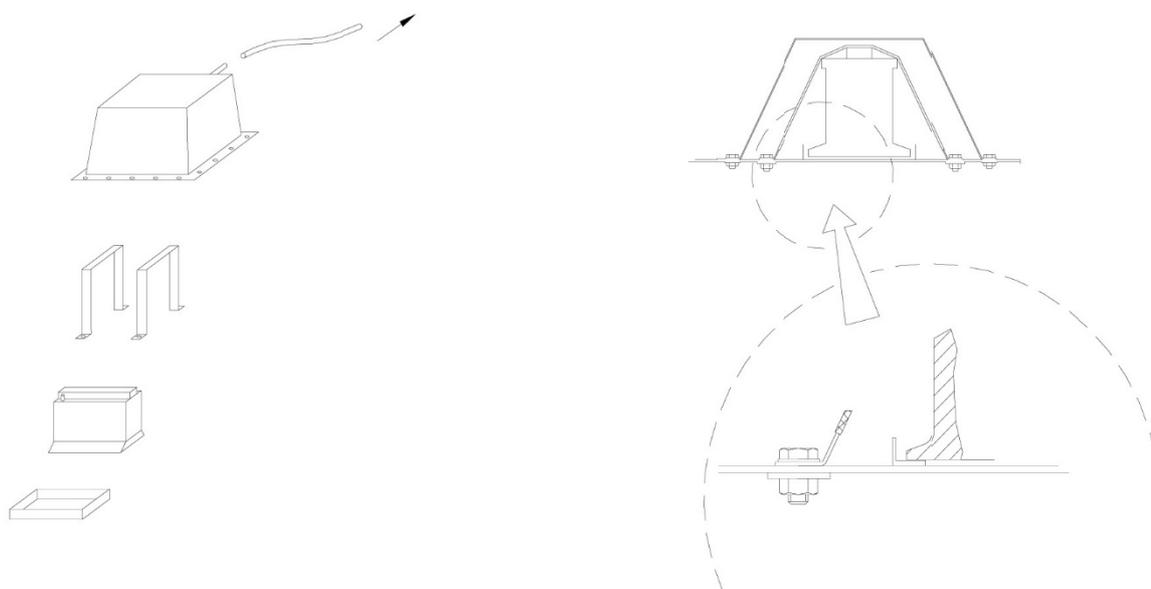

Рис. 3
9.12.2. В случае переноса аккумуляторной батареи (АКБ) из оригинального места размещения в другое, она должна либо находится в багажнике, отделенном от салона (от места Пилота и пассажира) сплошной металлической перегородкой, либо быть закрыта таким образом, чтобы избежать короткого замыкания либо утечек электролита. В любом из вариантов она должна быть прикреплена к кузову с использованием металлического гнезда и двух металлических хомутов с изолированным покрытием, прикрепленных к основанию болтами и гайками (Рис. 3). Для крепления данных хомутов должны быть использованы болты диаметром не менее 10 мм, под каждым болтом должна размещаться контршайба толщиной не менее 3 мм, покрывающая не менее 20 см² площади кузова. АКБ (кроме батарей сухого и гелевого типа), расположенная в едином объеме с салоном (местом Пилота и пассажира), должна быть закрыта кожухом / коробом, предохраняющим от утечек и закрепленным независимо от типа АКБ.